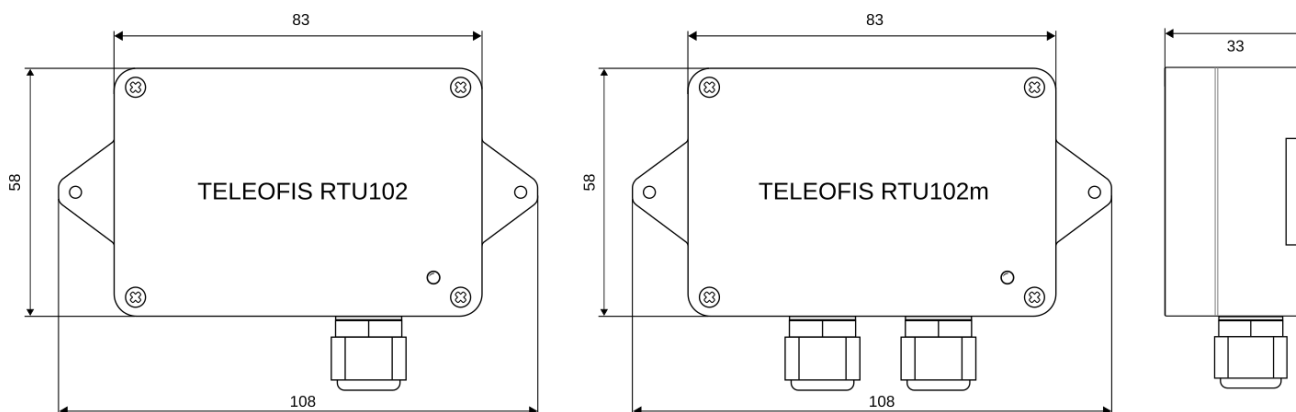

Рис. 3. УСПД серии RTU102. Габаритный чертёж.
**RTU102** и **RTU102-NB1** имеют на нижней стороне основания корпуса один гермоввод для кабельных вводов приборов учёта. **RTU102m** и **RTU102m-NB1** дополнительно оснащены вторым гермовводом, через который протянут кабель внешней антенны. Габаритный чертёж корпуса представлен на Рис. 3.